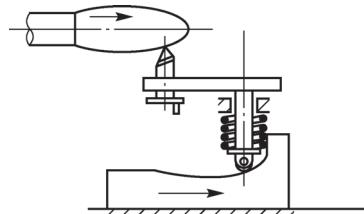

图 1-13 仿形法加工
(3) 仿形法。刀具按照仿形装置进给对工件进行加工的方法称为仿形法。仿形法所得到的形状精度取决于仿形装置的精度和其他成形运动的精度。仿形车、仿形铣等均属仿形法加工，如图 1-13 所示。